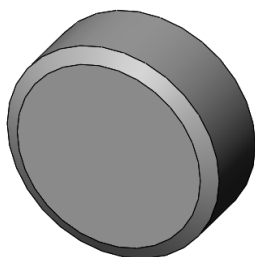

图 4-74 生成螺栓头部基本模型倒角
- [5] 单击【确定】按钮, 生成螺栓头部基本模型倒角, 如图 4-74 所示。